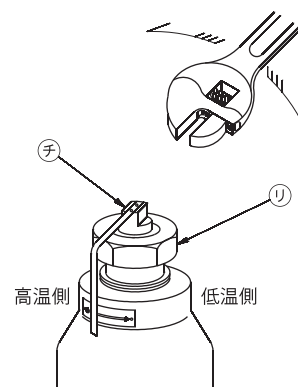

図3 温度調整部の外観図
- (1) 冷水入口㊶から入って来た冷水は㊸点で二方向に分かれ、一方は KFR3 型混合弁の冷水入口㊶及びダイヤフラム室上部㊸に接続され、他の一方は QQS3 型熱交換器のコイル入口㊸から入り熱交換されて高温水となりコイル出口㊸から出て混合弁の高温水入口㊵に接続されます。
- (2) 温水が使用されるまでは KFR3 型混合弁はばねによって閉弁しておりますが、温水が使用され始めると冷水入口㊶の冷水圧力と温水出口㊷の吐出圧力との差圧を KFR3 型混合弁のダイヤフラム室㊸、㊹で検出し、自動的に弁開度を調整し、冷水と高温水との混合割合を変えて希望する温度の温水を KFR3 型混合弁の温水出口㊷から使用箇所に送ります。
- (3) 一方、蒸気は QQS3 型熱交換器の蒸気入口㊸から熱交換器内に入りコイル内の冷水と熱交換を行い、ドレンとなって BFF27 型多量トラップの出口㊹から排出されます。
- (4) 設定温度はロックナット㊿ (図3参照) を 1/4 回転程度緩めて調節プラグ㊾を高温側又は低温側に回すことにより、容易に上昇又は下降できます。温度設定後はロックナット㊿をしっかり締めます。
- (5) 本装置は全く機械的に高温水と冷水の混合量を変える機構のため、冷水温度が大幅に変化しますと装置出口の温水温度も若干変化します。通常は冷水温度の変化は大きくないので、温水温度はほとんど影響を受けないとみて差し支えありません。ただし、夏と冬とでは冷水温度の変化が大きくなりますので、温度設定を変える必要がある場合もあります。
温度調整要領 約 $2 \sim 3\text{m}^3/\text{h}$ の温水を流したままロックナット⑧を $1/4$ 回転程度緩めて温度計を見ながら、調節プラグ⑨を少しずつ左右に回してください（温度を下げる際は上から見て反時計方向に、温度を上げる際は時計方向に回します。図3参照）。温度設定後は調節プラグ⑨を固定しながらロックナット⑧を再びしっかり締めてください。
- (5) 以上で調整は終わりました。温水使用量が変化しても自動的に一定温度の温水が得られますから、設定温度を変更する場合を除いて調整する必要はありません。
- (6) 運転停止時は蒸気止め弁⑤を閉じてください。